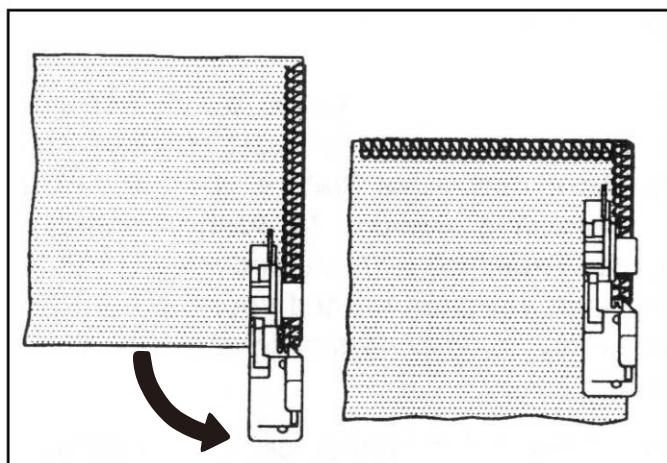
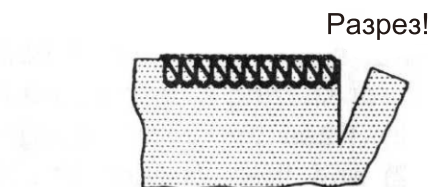

Рис.1
Рис.2
Ширина строчки осуществляется с помощью регулятора ширины отреза в диапазоне от 4 до 7 мм. Заводская установка ширины отреза - 6мм. Установите значение "5" если край ткани сворачивается во время работы (рис.1) Установите значение "7" если петли выступают за край ткани. (рис.2)
3. Поверните ткань, опустите лапку и начинайте обмётывать другую сторону ткани (см. рис. 1).
Примечание: Если Вы одновременно производите обмётку и обрезку края материала, надрежьте ткань вдоль новой линии строчки приблизительно на 3 см, перед тем как повернуть ткань (см. рис. 2).
1. Установите катушку с вкладным шнуром (в качестве шнура можно использовать тамбурную нить, каркасную нить, шерстяную или трикотажную нить, эластичную нить) позади подставки с катушкодержателями. Проведите вкладной шнур через направители для шнура (1) и (2), а затем через направитель нити левой иглы (3) (см. рис. 1).
2. Проведите шнур через ближнее или дальнее отверстия в лапке (в зависимости от операции, см. рис. 2 и 3) и заведите его назад под лапку.
пропустите шнур через ближнее отверстие, убедившись, что он проходит между левой и правой игольными нитками (рис. 2).